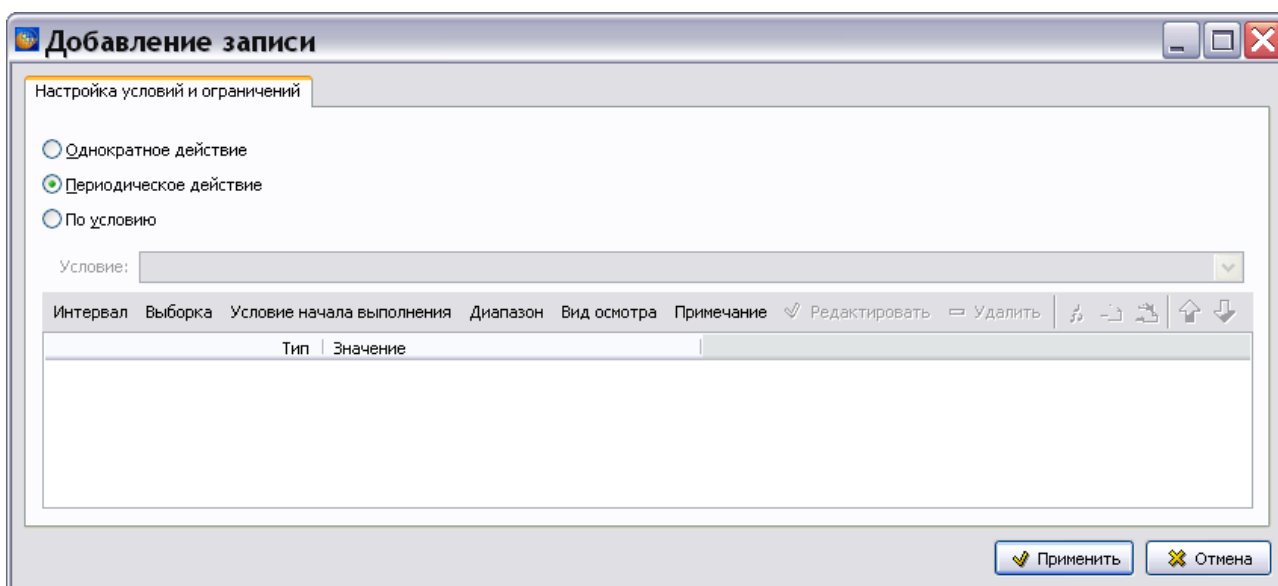

Рис. 3.86
2. В правом окне нажмите на кнопку **Добавить** . После этого откроется окно **Добавление записи** (Рис. 3.86).
Вид окна **Добавление записи** зависит от выбранного вида работы. По умолчанию установлено значение **Периодическое действие**. Поле **Условие** недоступно для ввода данных (Рис. 3.86).